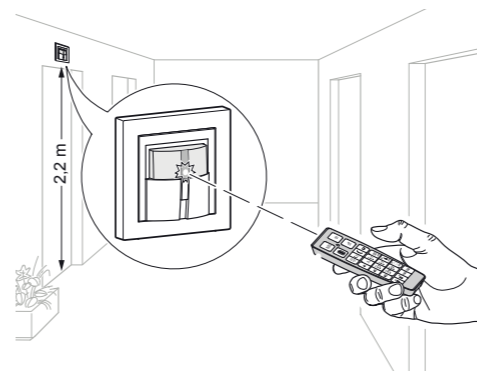

Bild 9: Anwendung der IR-Fernbedienung
- Bei Bedienung die Stirnseite der Fernbedienung in Richtung Infrarot-Empfangsdiode ausrichten** (Bild 9).